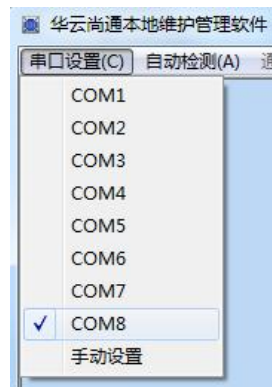

图 1-11 选择对应的串口
(2) 在程序主界面点击菜单栏“串口设置”，显示当前可供使用的串口，如图 1-11 所示。(查看计算机端口：右键点击“我的电脑”图标，在菜单中选择“属性”，在“设备管理器”列表中点击“端口 COM 和 LPT”选项，查看对应的串口号)。